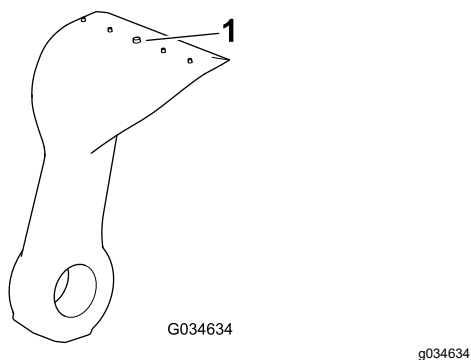

Рисунок 22
4. Проверьте каждый нож на наличие чрезмерного износа, используя линию износа (Рисунок 22). Когда нож изношен до линии износа, замените его.